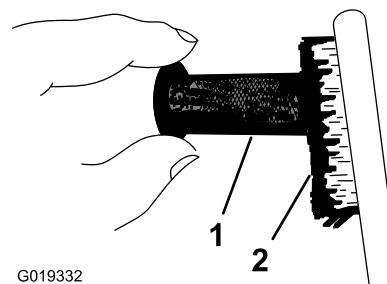

Figura 40
6. Utilice un cepillo para eliminar con cuidado los depósitos de hollín de la rejilla del parachispas (Figura 40).